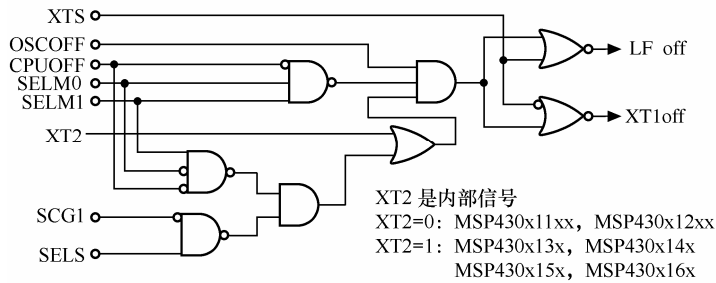

图 1-7 LFXT1 振荡器逻辑控制
(2) LFXT1 可以接低频振荡器，典型的如 32.768kHz 的钟表振荡器，此时振荡器不需要接负载电容。也可以接 450kHz~8MHz 的标准晶体振荡器，此时振荡器需要接负载电容。图 1-7 为 LFXT1 振荡器逻辑控制图。